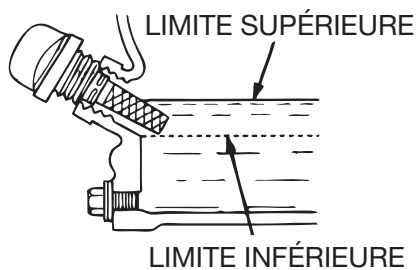

Figure 5. Jauge d'huile de moteur (niveau d'huile)
4. Si le niveau d'huile est faible (voir figure 5), remplir jusqu'au bord du trou de remplissage d'huile avec le type d'huile recommandé (tableau 4). La capacité d'huile maximum est de 1,16 pintes (1,1 litres).